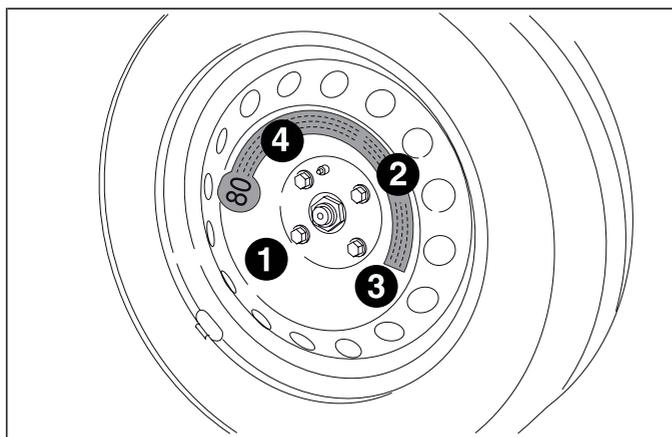

fig. 116
- mediante l'utilizzo della chiave, avvitare a fondo i bulloni, passando alternativamente da un bullone a quello diametralmente opposto, secondo l'ordine numerico illustrato in fig. 116;